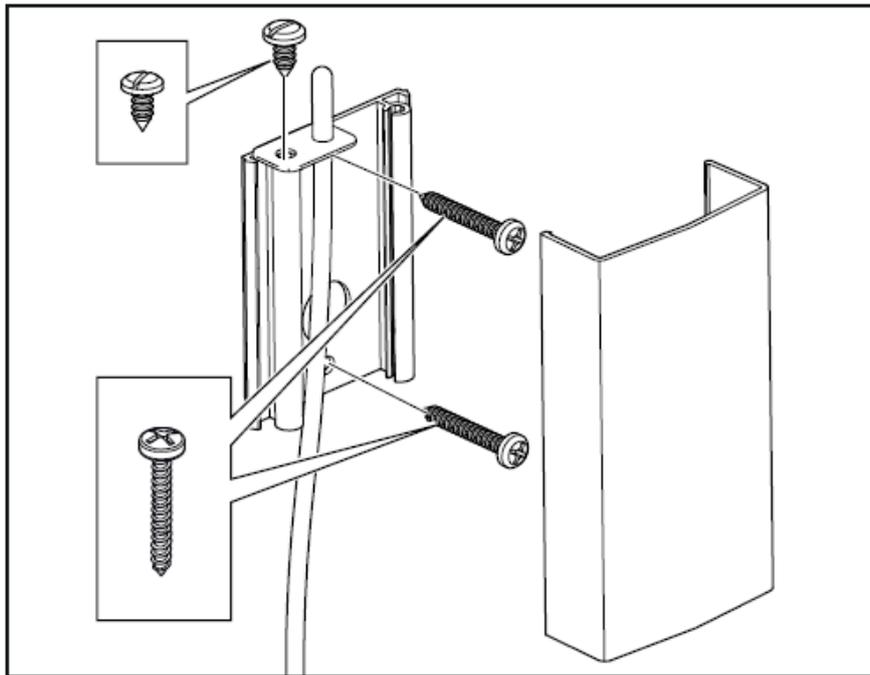

Figure 15: Installing the sensor
13. Installare il sensore sulla parete vedere Fig 15. Il filo del termistore può anche essere passato attraverso il muro. Sigillare eventuali fori nel parete dietro il sensore, vedere Figura 16, pagina 11. Il termistore il filo può essere esteso all'esterno della sauna utilizzando basso filo di tensione (2 fili).